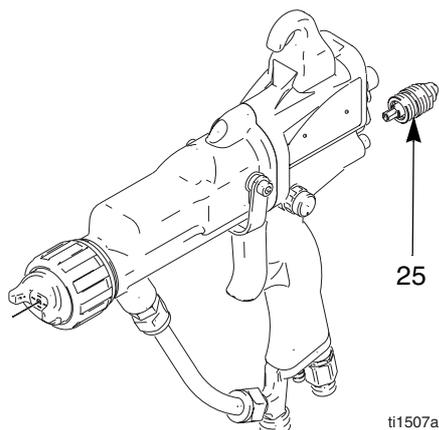

Abb. 20. Materialeinstellventil
2. Materialeinstellventil (25) ausbauen. Es kann nur als kompletter Satz ausgewechselt werden. Siehe Abb. 20.
3. Das Ventil (25) in den Pistolengriff schrauben. Mit 1,7–2,8 N.m festziehen.